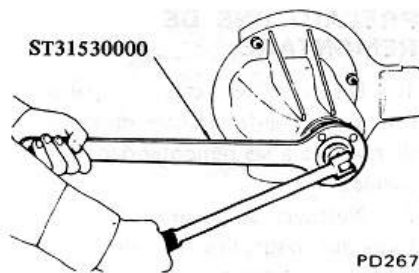

Fig. PD-44 Dépose de l'écrou du pignon d'attaque
2. Déposer l'écrou du pignon d'attaque au moyen de la clé spéciale ST31530000 et dégager la contre-bride au moyen d'un extracteur approprié. Voir figure PD-44.